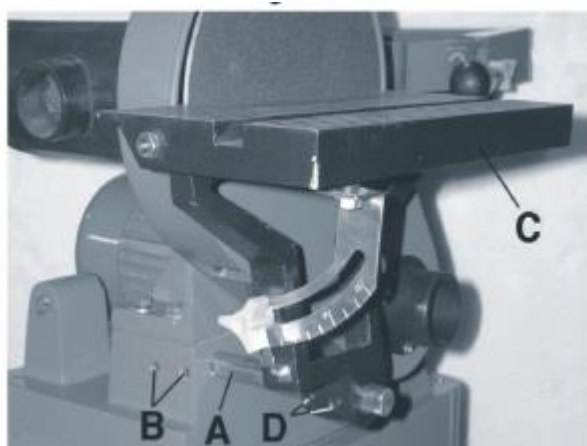

Рис. 9
1. Найти опорный вал (А), рис. 9, и вставить его в отверстие опорного вала. Затянуть 2 установочных винта (В) по лыскам опорного вала шестигранником на 5 мм.
2. Надеть узел наклоняемого стола (С) на опорный вал (А) до получения расстояния 1/16 дюйма от шлифовального диска. Затянуть 4 установочных винта (D) на обеих сторонах кронштейна наклоняемого стола по лыскам опорного вала шестигранником на 6 мм.